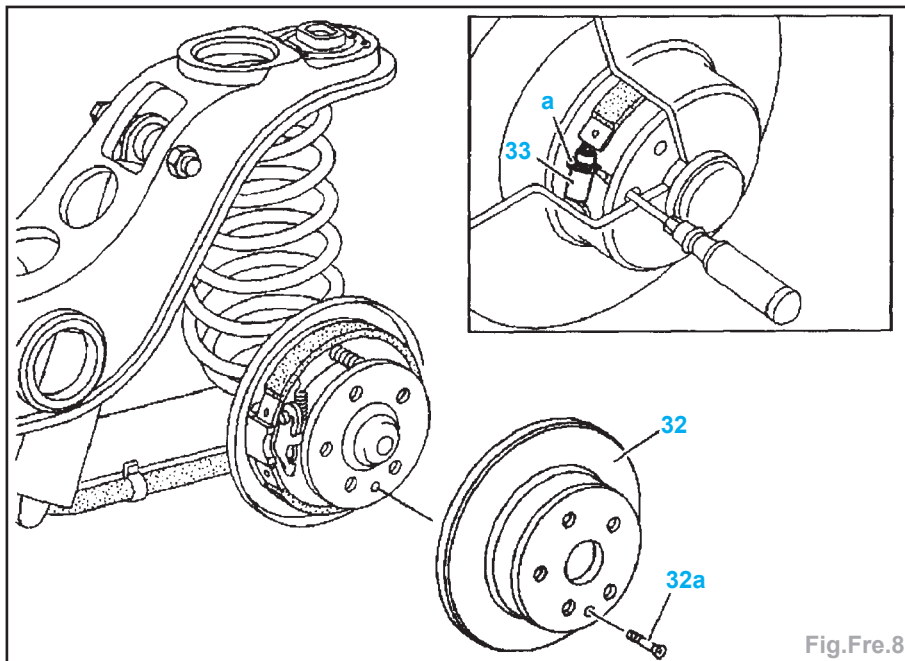

Fig.Fre.8
- Desserrer le frein de stationnement en dévissant la molette (a) du dispositif de rattrapage (33) à l'aide d'un tournevis (Fig.Fre.8).